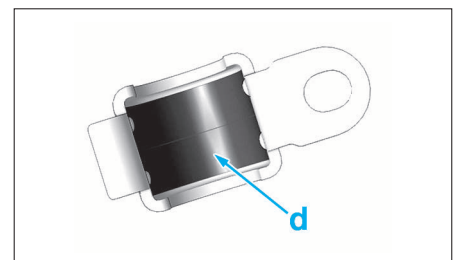

FIG. 19
- Déposer le palier (2).
- Appliquer de la pâte type "REMA PM600" où équivalent, puis aligner les méplats "a" et "d" afin de caler correctement le palier sur son support (Fig.19).